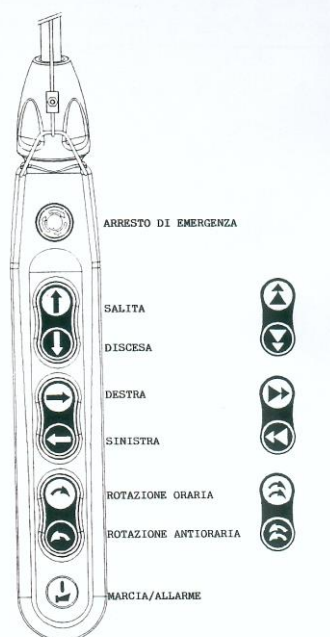

fig.2
§ Questi movimenti sono attivati per mezzo dei seguenti pulsanti della pulsantiera (fig.2) :
6. **Arresto di emergenza**, posto sulla pulsantiera, ha forma di fungo di colore rosso, ed attiva la funzione di **stop** quando è premuto a fondo arrestando qualsiasi movimento (fig.2).